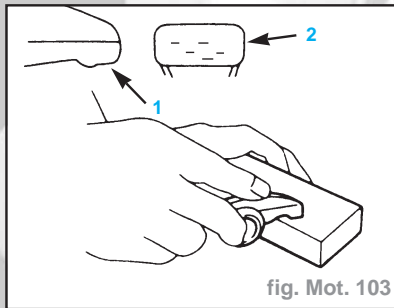

fig. Mot. 103
comportent pas de traces d'usure en gradins (1) et de rayures (2), éliminer les traces d'usure et les rayures légères à la pierre (fig. Mot. 103).